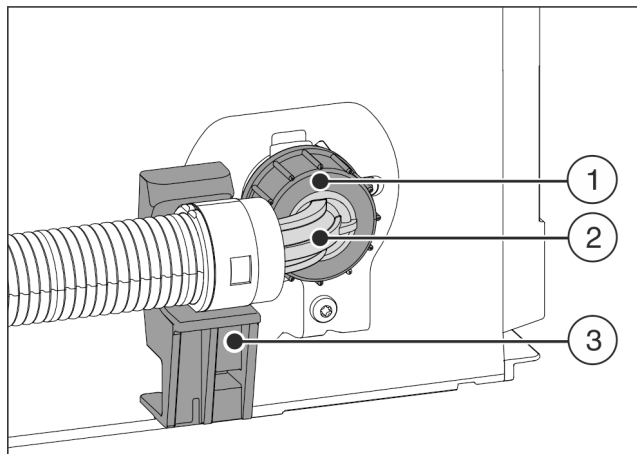

Fig. 23
- ▶ Конец шланга под углом Fig. 23 (2) разместить горизонтально на держателе Fig. 23 (3) и удерживать.
- ▶ Вручную гайку Fig. 23 (1) накрутить на резьбу до обеспечения надежной посадки.